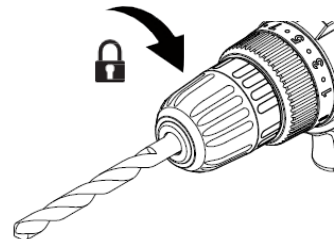

Fig. 3
- > Gire la camisa del portaútiles (2) en sentido horario hasta que el útil quede bien sujeto en las pinzas del portaútiles (1) (Fig. 3).